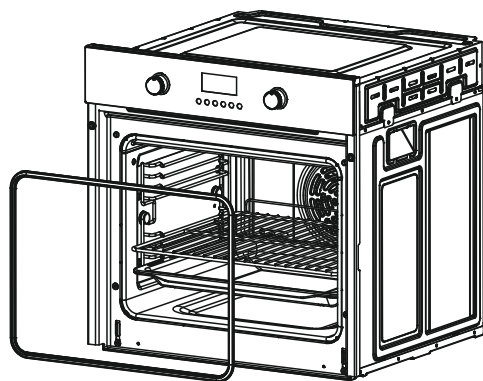

Рис. 4
1. Упритесь одним углом обтюрирующего кольца и снимайте обтюрацию с каждого угла. (См. рис. 4).